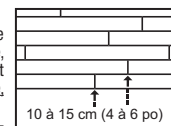

Figure 4
- Dans les rangées adjacentes, si possible, veillez à décaler les extrémités des planches de 10 à 15 cm (4 à 6 po) (figure 4). Vous assurez ainsi une meilleure apparence de l'ensemble du plancher.
- Vérifiez si tous les bords et toutes les extrémités de chaque planche sont bien ajustés. Les joints d'extrémité des rangées adjacentes devraient être, autant que possible, décalés de 10 à 15 cm (4 à 6 po) afin d'assurer un ensemble plus esthétique (figure 4).
- Pour une meilleure apparence, maintenez un espace de 15 cm (6 po) entre les joints d'extrémité après les quatre premières rangées (figure 4).